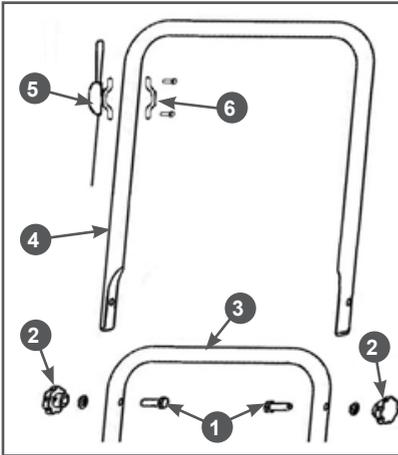

Рис. 2 Установка рабочей рукоятки
1. Совместите отверстия в нижней части 3 и верхней части 4 рабочей рукоятки и вставьте с внутренней стороны рукоятки в эти отверстия болты 1 (Рис. 2).
рашки 2 до упора (Рис. 2).
3. Установите рычаг газа с тросом 5 на рабочую рукоятку и закрепите его с помощью скобы крепления 6 и крепежа (Рис. 2).